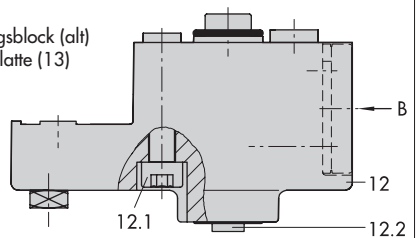

Bild 5 · Direktanbau – Stelldruckanschluss für Antrieb Typ 3277 mit 240, 350 und 700 cm²
1. Mitnehmer (3) an die Antriebsstange setzen, ausrichten und so festschrauben, dass die Befestigungsschraube in der Nut der Antriebsstange sitzt.
2. Abdeckplatte (10) mit schmaler Seite des Ausbruches (Bild 5 links) in Richtung zum Stelldruckanschluss befestigen, die aufgeklebte Flachdichtung (14) muss zum Antriebsjoch zeigen.
3. Bei Antrieben mit 700 cm² am Hebel **M** (1) auf der Stellungsreglerrückseite den Abtaststift (2) aus Stiftposition **35** lösen und in die Bohrung für Stiftposition **50** umsetzen und verschrauben.
6. Kontrollieren, ob die Zunge der Dichtung (16) seitlich am Verbindungsblock so ausgerichtet ist, dass das Antriebsymbol für „Antriebsstange ausfahrend“ bzw. „Antriebsstange einfahrend“ mit der Ausführung des Antriebes übereinstimmt. Andernfalls müssen die drei Befestigungsschrauben entfernt, die Deckplatte abgehoben und die Dichtung (16) um 180° gedreht wieder eingelegt werden. Beim alten Verbindungsblock (Bild 5 unten) muss die Schalteplatte (13) so gedreht werden, dass das entsprechende Antriebsymbol zur Pfeilmarkierung ausgerichtet ist.
7. Verbindungsblock (12) mit seinen Dichtungen an Stellungsregler und Antriebsjoch ansetzen und mit Befestigungsschraube (12.1) festziehen. Bei Antrieb „Antriebsstange einfahrend“ zusätzlich den Stopfen (12.2) entfernen und die externe Stelldruckleitung montieren.
8. Deckel (11) auf der Gegenseite montieren. Dabei unbedingt darauf achten, dass im eingebauten Zustand des Stellventiles der Entlüftungstopfen nach unten zeigt, damit evtl. angesammeltes Kondenswasser abfließen kann.